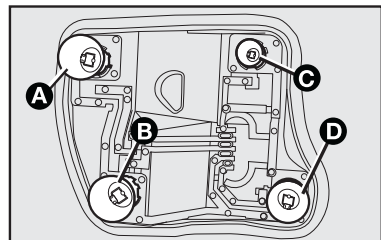

fig. 25
- Retirar a lâmpada à substituir **A, B, C** ou **D-fig. 25** girando no sentido anti-horário;